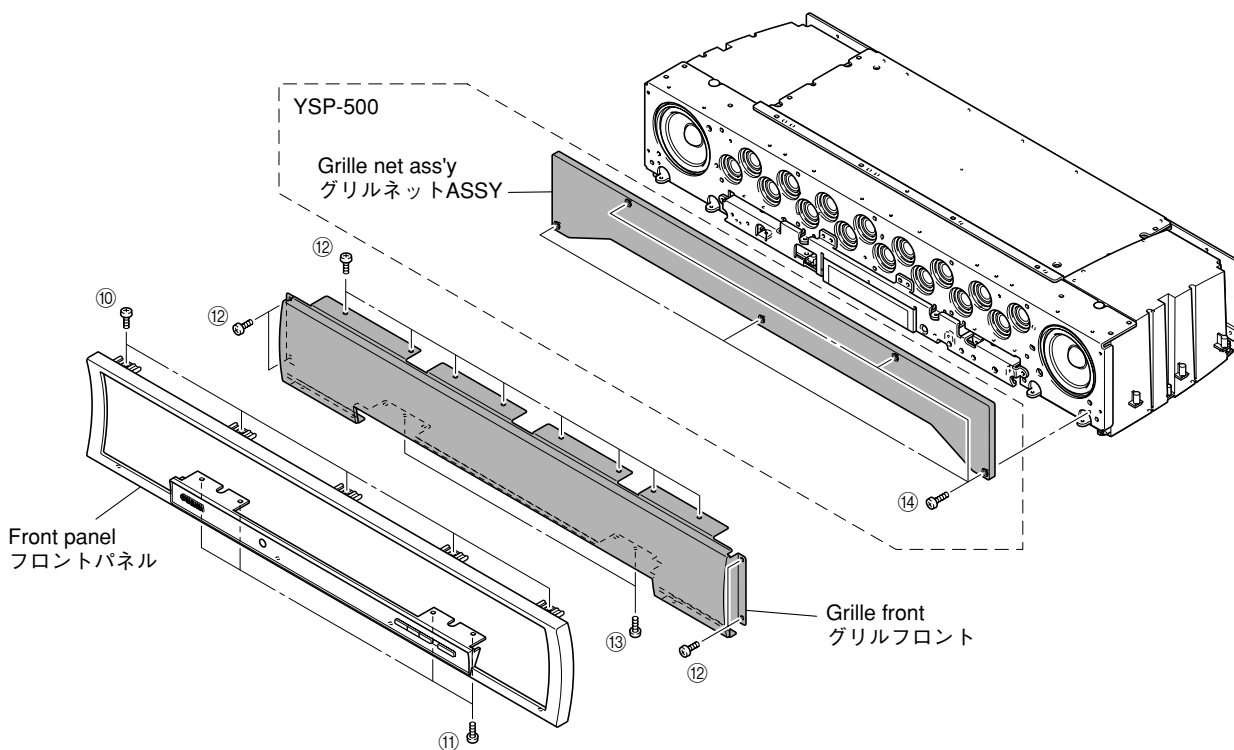

Fig. 10
- Remove 5 screws (⑩) and 4 screws (⑪). (Fig. 10)
- Remove the front panel forward. (Fig. 10)
- Remove 12 screws (⑫) and 2 screws (⑬). (Fig. 10)
- Remove the grille front. (Fig. 10)
- Remove 5 screws (⑭) and then remove the grille net ass'y. (Fig. 10)
- ⑩のネジ5本、⑪のネジ4本を外します。(Fig. 10)
- フロントパネルを前方へ取り外します。(Fig. 10)
- ⑫のネジ12本、⑬のネジ2本を取り外します。(Fig. 10)
- グリルフロントを前方へ取り外します。(Fig. 10)
- ⑭のネジ5本を外し、グリルネットASSYを取り外します。(Fig. 10)